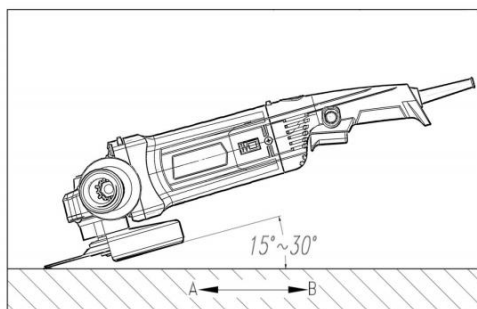

Fig8
Efficace e sicuro per operazioni di levigatura e carteggiatura (Fig.8)
2. In generale, si prega di mantenere la parte di rettifica e taglio della mola e del disco entro un angolo di 15-30 gradi rispetto alla superficie dell'oggetto in lavorazione. (Fig. 8)